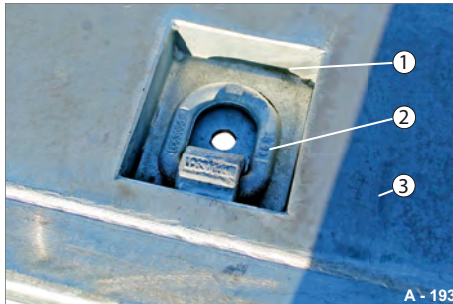

Abb. 204 Zurrring eingeklappt
- ▶ Heben Sie den Zurrring (Abb. 204/2) an.